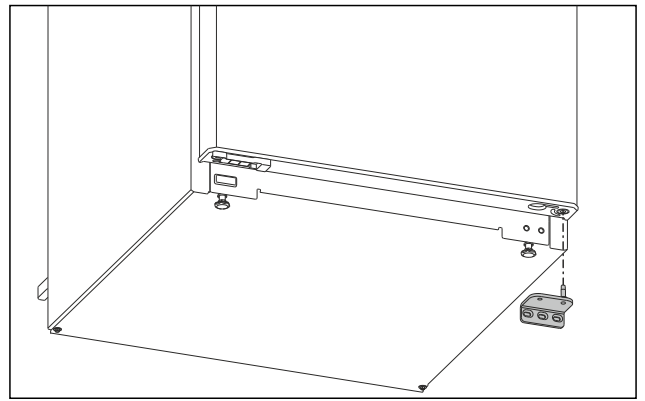

Fig. 5
- ▶ Verwijder de lagersteun naar beneden. (zie Fig. 5)